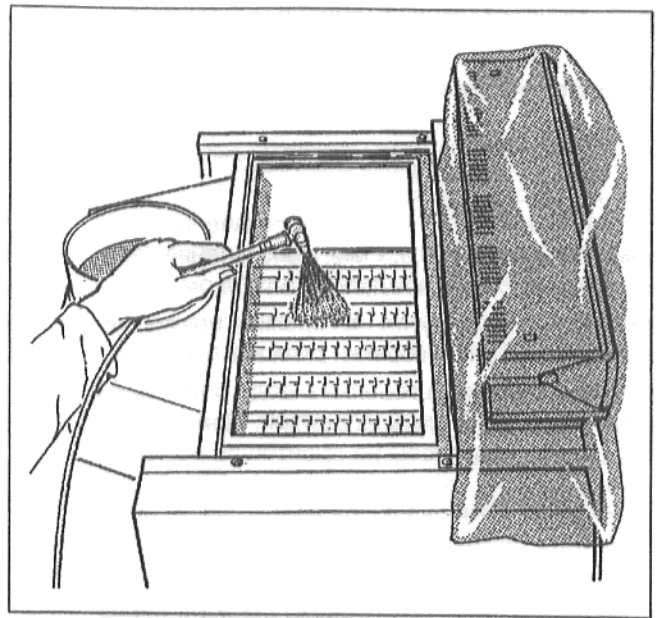

Рис. 42: Очистка распылителем
- Впрыснуть распылительное средство сверху равномерно в газоходы дымового газа (Рис. 42).